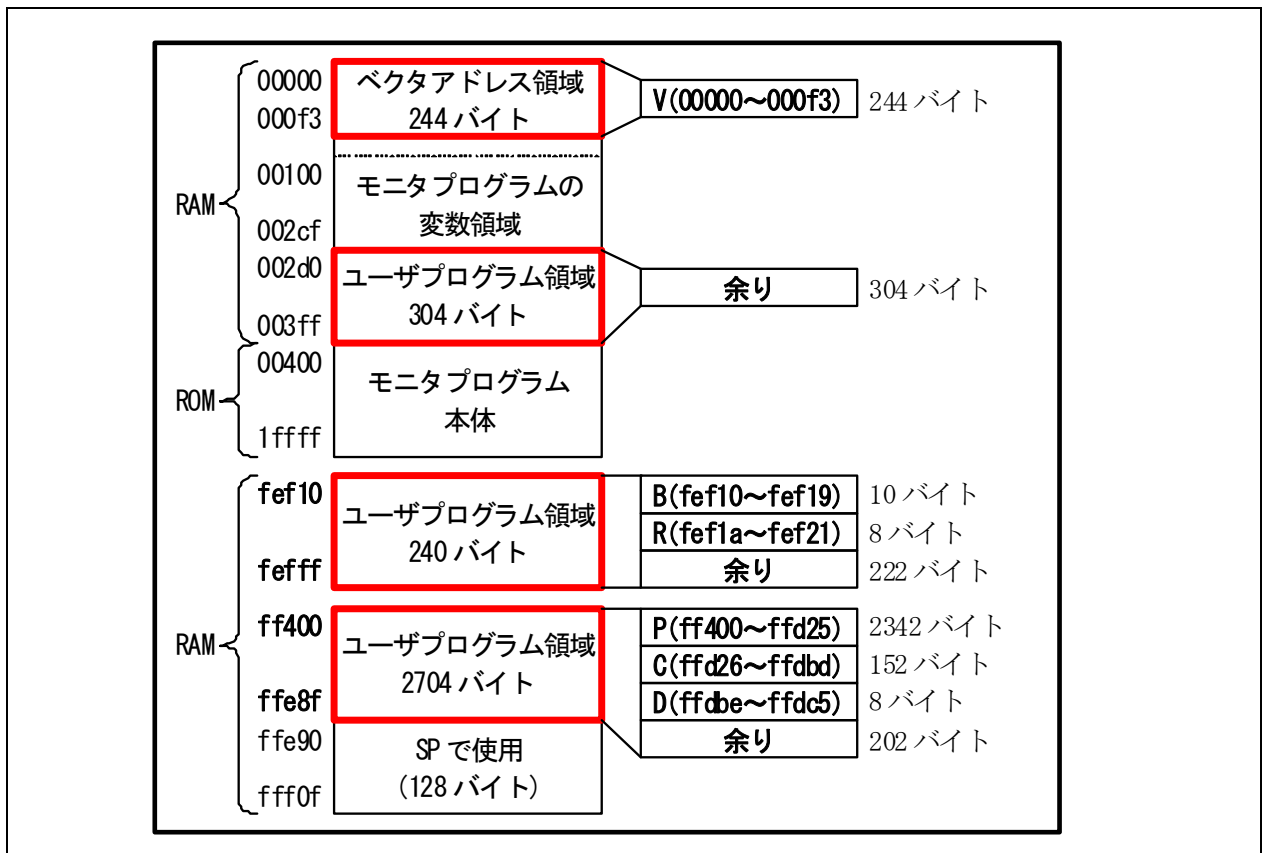

図 3. 5 プロジェクト「kit07」のセクション
7. 「C:\¥Workspace¥kit07¥kit07¥debug」フォルダ (または、プロジェクトフォルダ内のDebugフォルダ) を開いて「kit07.map」をエディタで開きます。図 3. 5にアドレスをまとめます。